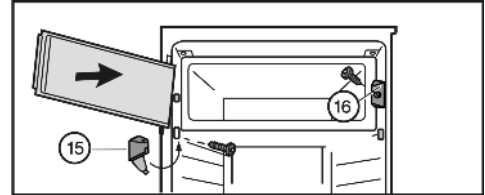

Fig. 8
- ▶ Szerelje fel a záródarabot Fig. 8 (16).
- ▶ Szerelje fel a csapágybakot Fig. 8 (15), és hajtsa rá a fedelet.